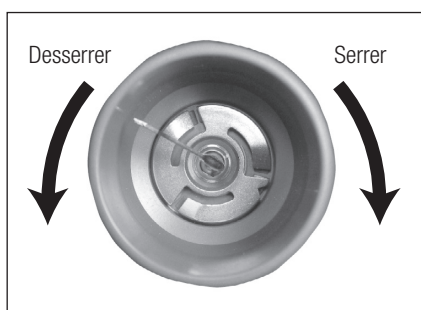

Fig.21
- 3) Faites tourner la clé dans la direction de serrage, tel que représenté dans les Fig. 21 et 22, jusqu'à entendre un clic en tournant sans serrer davantage.
Pour retirer l'insert, faites tourner la clé dans la direction de desserrage tel que représenté dans les Fig. 21 et 22.